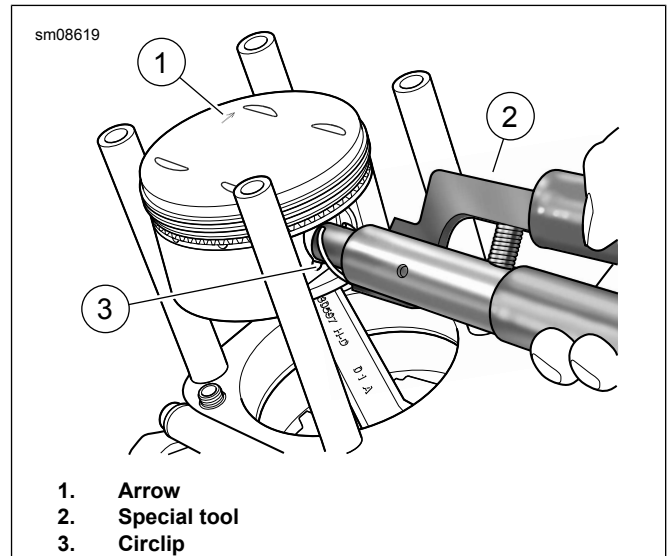

Figure 4. Ikabit ang Circlip
- Figure 4 Ipantay at ipasok ang special tool (2) na may circlip sa piston.